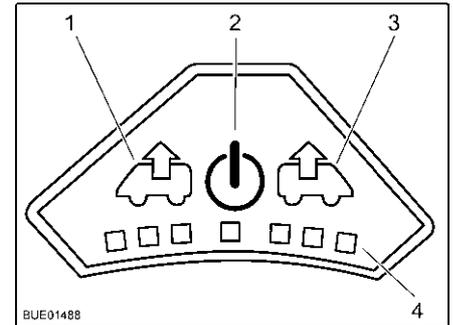

Fig. 93 Cuadro de mando del ventilador
- Conectar:** ■ Pulsar la tecla On/Off (Fig. 93,2). El ventilador funciona en el modo confort (extracción con la velocidad más baja del ventilador).
- Para aumentar la velocidad del ventilador: Pulsar la tecla de extracción (Fig. 93,1). La velocidad del ventilador aumenta un nivel en el sentido de extracción de aire. Los LEDs (Fig. 93,4) muestran los niveles de ajuste.
- Para disminuir la velocidad del ventilador: Pulsar la tecla de ventilación (Fig. 93,3). La velocidad del ventilador disminuye un nivel.
- Para aumentar la velocidad del ventilador: Pulsar la tecla de ventilación (Fig. 93,3). La velocidad del ventilador aumenta un nivel en el sentido de ventilación. Los LEDs (Fig. 93,4) muestran los niveles de ajuste.
- Para disminuir la velocidad del ventilador: Pulsar la tecla de extracción (Fig. 93,1). La velocidad del ventilador disminuye un nivel.
- Pulsar la tecla On/Off (Fig. 93,2). El ventilador se detiene, los LEDs se apagan.